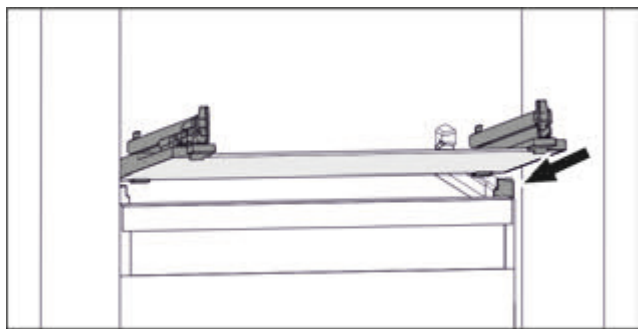

Fig. 77 Приблизне відображення скляної пластини
- ▶ Встановити скляну пластину за стопорами навкоси. (див. Fig. 77)